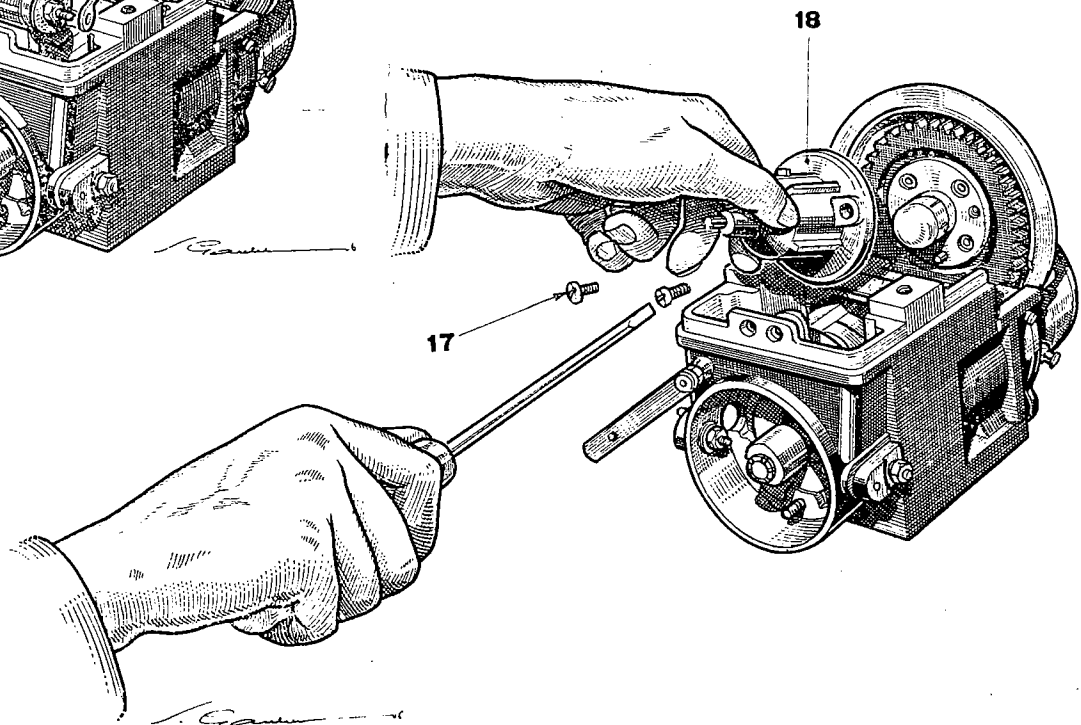

FIG. 36 — DÉMONTAGE DU CONDENSATEUR
e) **Démontage du condensateur** (fig. 36) :